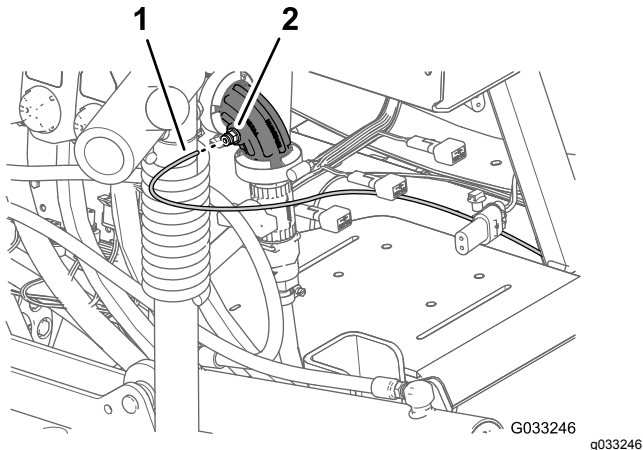
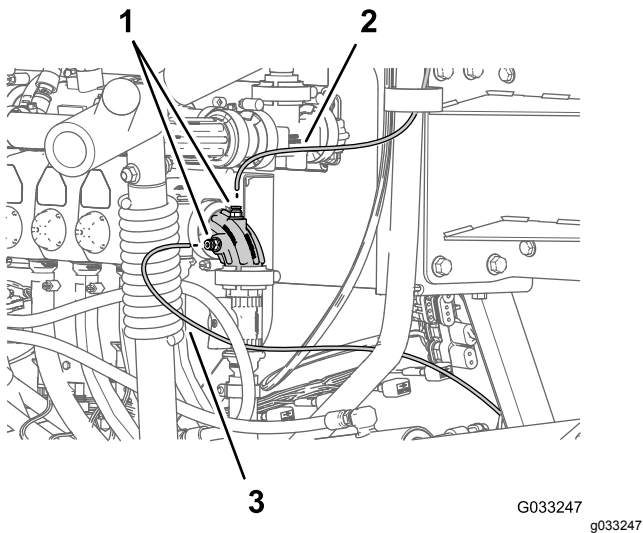

Figura 146
Figura 147
- 1. Allineate l'estremità del tubo di rilevamento della pressione (in plastica) per il manometro del cruscotto al collare di sicurezza per l'accoppiatore del tubo (Figura 146 e Figura 147).
- 2. Inserite il tubo di rilevamento nel collare di bloccaggio fino a quando il tubo non è completamente in sede (Figura 146 e Figura 147).